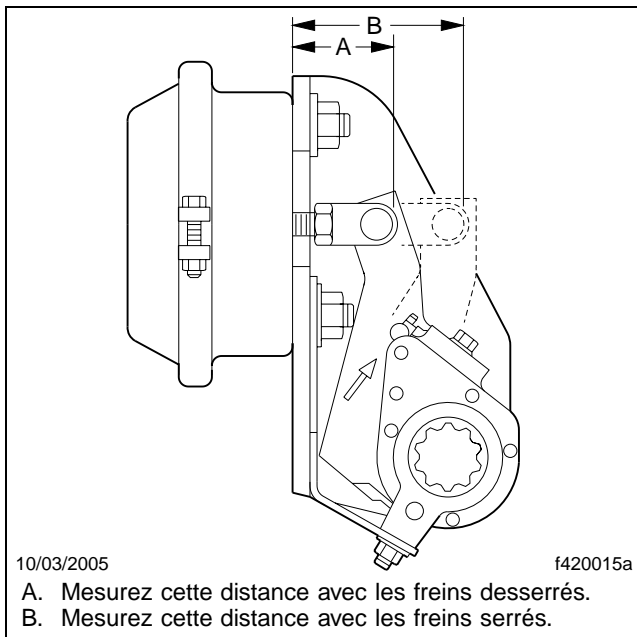

Fig. 11.16, Vérification de la course des freins, levier à réglage automatique Haldex
bras de commande ne repose pas contre la butée interne du corps, ce qui indique que l'installation est incorrecte. Déplacez le levier pour l'aligner sur l'orifice de la chape, puis installez l'axe de chape. Des-serrez l'écrou du bras de commande et faites tourner le bras vers le récepteur de freinage jusqu'à ce que vous sentiez son contact avec la butée interne. Voir la **figure 11.16**, Réf. A. Assurez-vous que le goujon du bras de commande bouge librement dans la fente de la courroie d'ancrage.
- Les freins desserrés, mesurez la distance entre la face de la chambre à air et le côté le plus éloigné de l'orifice de l'axe de chape. Voir la **figure 11.16**, Réf. A. Inscrivez la distance exacte comme mesure A.
- Serrez les freins de service et maintenez-les à une pression de canalisation totale d'au moins 550 kPa (80 psi). Mesurez la distance entre la face du récepteur de freinage et le côté le plus éloigné de l'orifice de l'axe de chape. Voir la **figure 11.16**, Réf. B. Inscrivez la distance exacte comme mesure B.